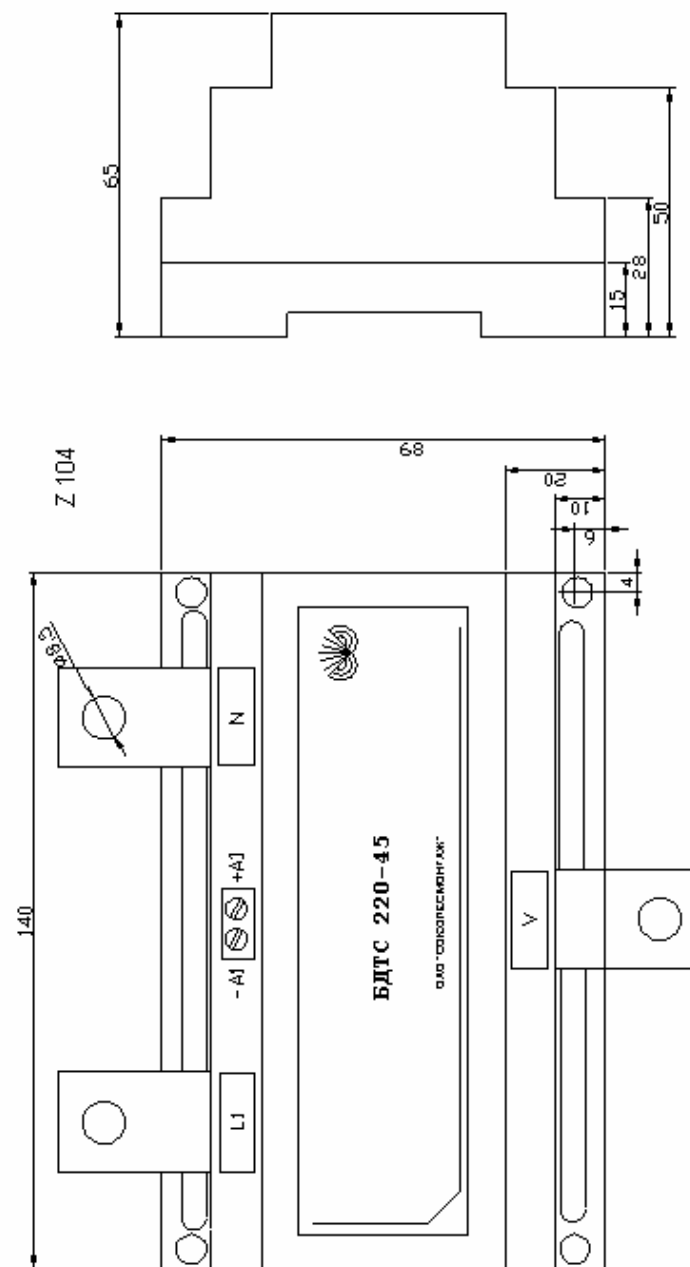

Рис. 7 Корпус силового модуля БДТС 220-45
8.2. Последовательность проверки работоспособности блока электродинамического торможения приведена на примере схемы приведенной в приложении 2 (Рис.7)
4.2. Электрическая схема подключения блока электродинамического торможения к схеме управления асинхронным электродвигателем М1 приведена в приложении 2 (Рис.7) Дополнительно к блоку БДТ потребителю необходимо приобрести пускатель, соответствующий мощности электродвигателя М1 в электросхеме.